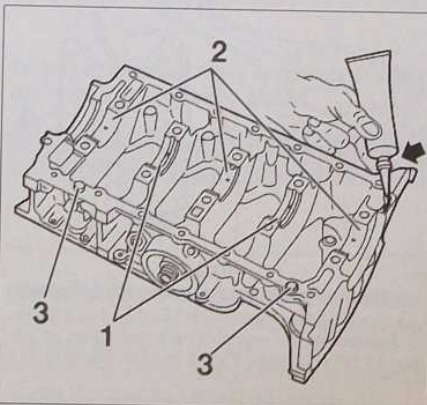

FIG. 58
- poser dans le carter-chapeaux de paliers de vilebrequin des coussinets de vilebrequin en fonction de la classe déterminée (rainurés dans les paliers n°2 et 4 (1) et lisses dans les paliers n°1, 3 et 5 (1), Fig.58).
- contrôler la présence des 2 douilles de centrage sur le carter-chapeaux de paliers (3) puis enduire son plan de joint d'un cordon régulier de pâte d'étanchéité appropriée à base de silicone (par exemple Loctite Autojoint Or) (Fig.58).